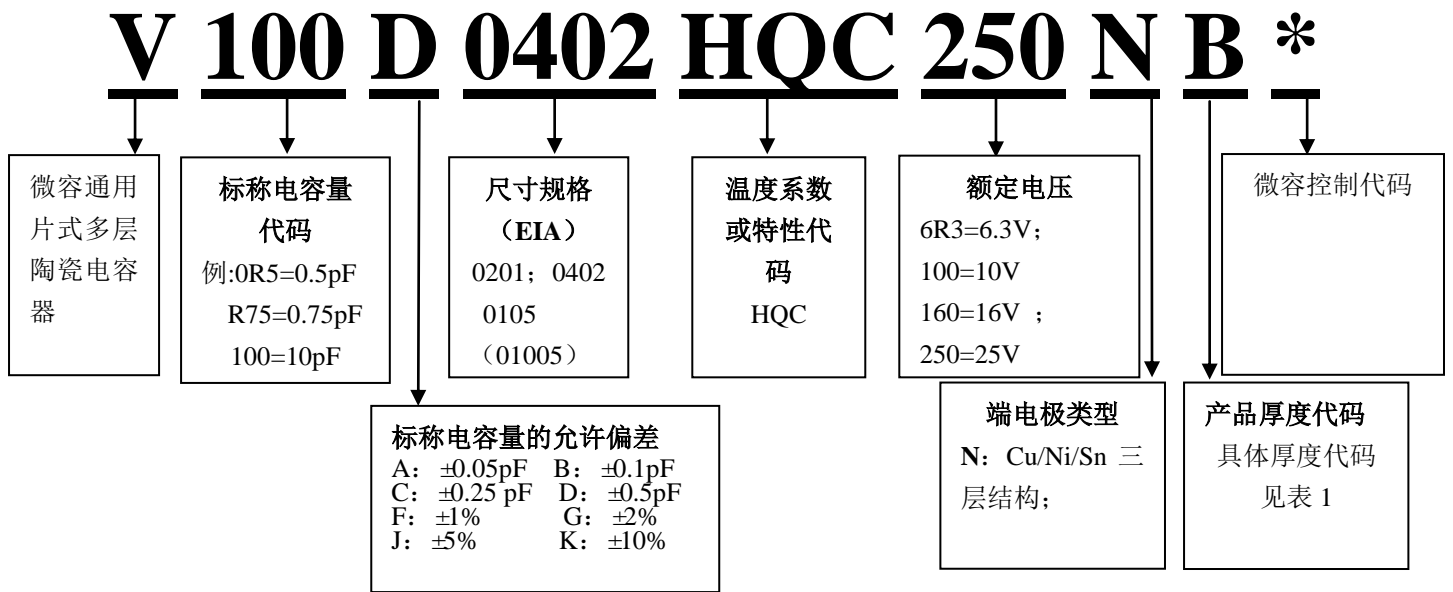

图 1 产品外形示意图
**3.2.1 要求：** 产品的外形和尺寸应符合图 1 及表 1 的要求。